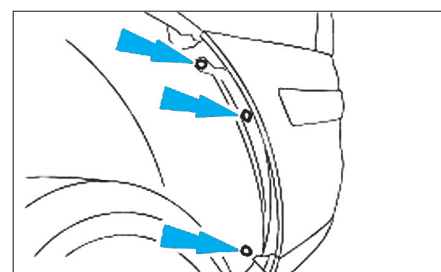

Fig. 91
- De chaque côté, déposer les vis de fixation des doublures de passage de roue (Fig.91).